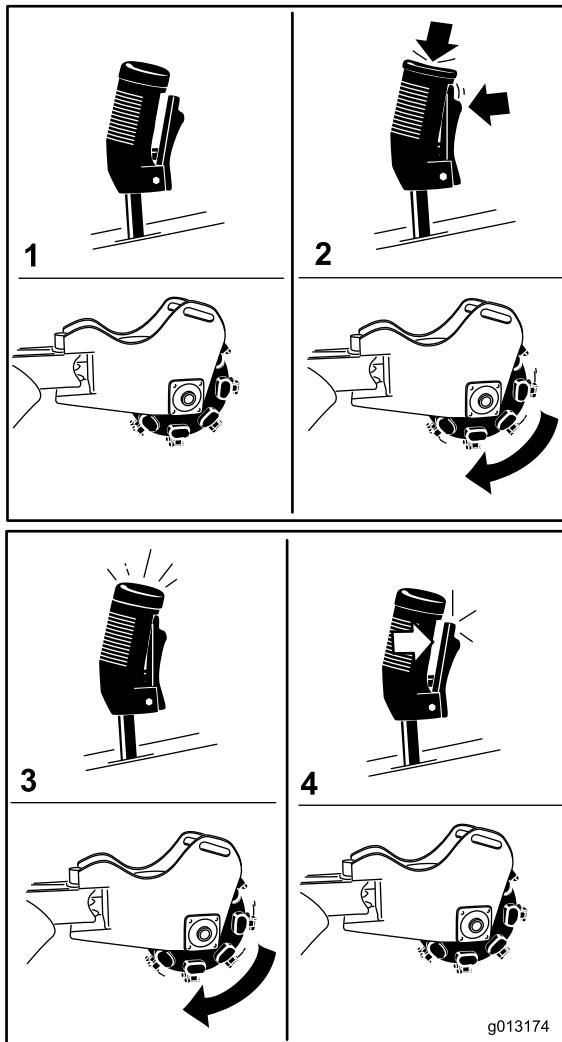

Figura 11
- Para iniciar o triturador (Figura 11), aperte o gatilho e, em seguida, prima o botão vermelho na parte superior da alavanca. Assim que o triturador tiver iniciado, pode soltar o botão vermelho.
- Para parar o triturador (Figura 11), solte o gatilho durante mais de meio segundo.